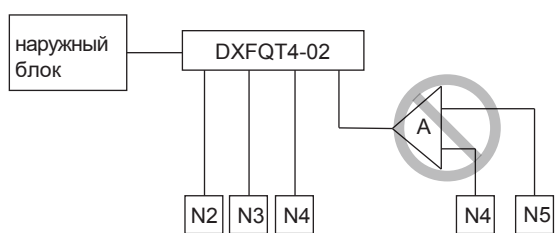

рис.7
- К каждому ответвлению можно подключить только один внутренний блок, см. Рис.7; он не может подключиться к другому ответвлению, см. рис.8.